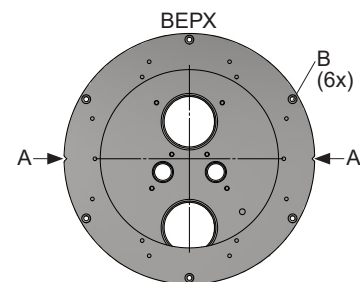

Рисунок. 1
1. Прорежьте отверстие Ø258 мм в стенке бассейна. Выровняйте нишу как показано на рис. 1, используйте нишу в качестве шаблона для шести отверстий Ø5 (см. В, рис. 1).
1. Сделайте отверстия в стене бассейна / форме и закрепите нишу, рис. 1. Фланец ниши должен быть вровень с готовой стенкой бассейна.